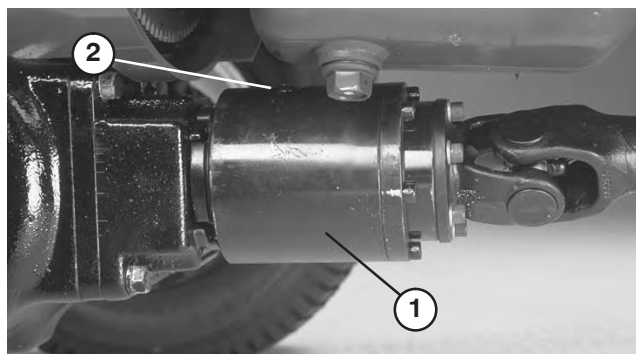

Figure 77
3. Tournez l'embrayage jusqu'à ce que le bouchon de vidange soit en bas (Fig. 77).